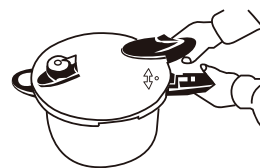

Fig. 4
1. Portare il segno „o” sul coperchio a livello del segno „▲” sul manico della pentola (parte 15) (Fig. 4).